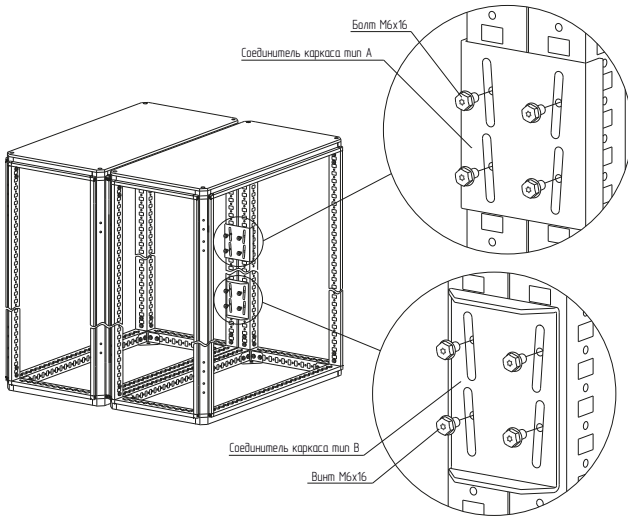

Рисунок 2
4.1.4 Установите соединительные пластины в местах, необходимых для стягивания каркасов, вкрутив по 4 болта самонарезающего М6×16 в каждую пластину на 3 – 4 оборота (рисунок 2). Пластины должны быть равномерно распределены по высоте вдоль стоек каркаса.